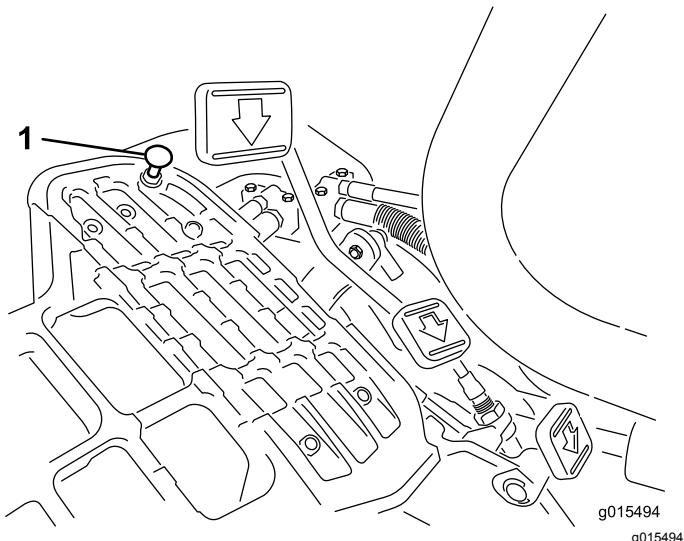

図 54
走行ペダルを踏み込んでみてください。ケーブルに張力が掛かる前にペダルがストップ 図 54 に当たる場合には調整が必要です。
- ペダルストップをフロアプレートに固定しているフランジヘッドロックナットをゆるめる図 54。